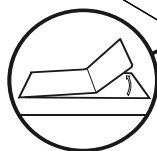

Fig. 11
- Choisir le disque défonçable de ventilation à retirer selon votre type d'installation. Utiliser le trou supérieur (3 et 4) pour une installation de ventilation par le dessus et le trou arrière (5) pour une installation de ventilation par l'arrière.
- Retirer doucement le couvercle (3, 4 ou 5) du trou de ventilation approprié en utilisant un tournevis à tête plate ou d'une pince à bec effilé (voir Fig.11). Faire très attention de ne pas laisser de morceaux à l'intérieur de la hotte (A).